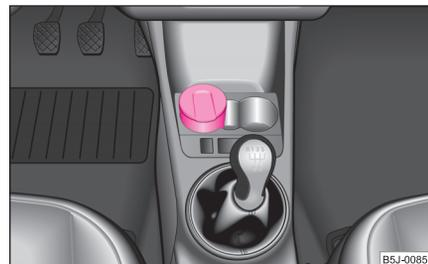

Fig. 75 Consola central:
- Sacar el cenicero ⇒ fig. 75 hacia arriba. Al sacarlo, no sujetar el cenicero por la tapa - podría romperse.